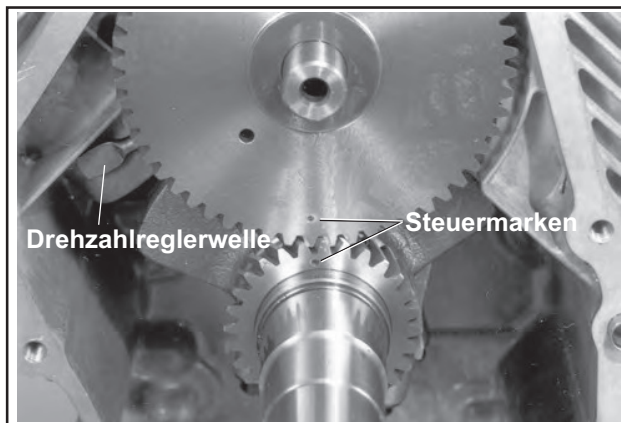

Abbildung 11-13. Ausrichtung der Steuermarken Kurbelwelle und Nockenwelle.
- Die Drehzahlreglerwelle im Uhrzeigersinn drehen, bis das untere Ende der Welle den Zylinder berührt. Während der Montage der Nockenwelle sicherstellen, dass die Drehzahlreglerwelle in dieser Position verbleibt. Siehe Abbildung 11-13.
- Die Nockenwelle in die Lagerfläche des Kurbelgehäuses einsetzen. Dabei die Steuermarke des Nockenwellenzahnrad auf 6 Uhr stellen. Sicherstellen, dass das Zahnrad der Nockenwelle und das Zahnrad der Kurbelwelle übereinstimmen, d.h. dass beide Steuermarken aufeinander ausgerichtet sind. Siehe Abbildung 11-13.
4. Sicherstellen, dass das Ende der Drehzahlreglerwelle gegen den Boden des Zylinders 1 im Inneren des Kurbelgehäuses lehnt. Siehe Abbildung 11-13.